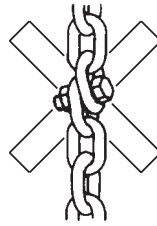

Fig. 7
- Non collegare od accorciare la catena di carico con bulloni, viti, cacciaviti o altri dispositivi (Fig. 7). Non riparare la catena di carico installata sul paranco.